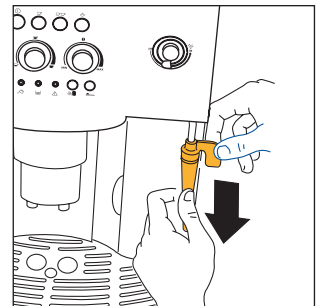

Fig.26
- Ta loss ångmunstycket från ångröret genom att dra det nedåt (fig. 26).